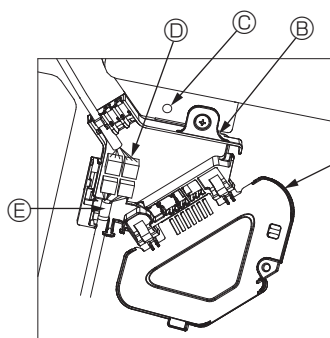

Fig. 10-8
- ① Retirez la vis de fixation du couvercle de la boîte de raccordement, puis ouvrez le couvercle.
- ② Branchez correctement le connecteur du fil de jonction du moteur des ailettes et le connecteur du fil du moteur des ailettes du panneau dans la boîte de raccordement. (Fig. 10-8)